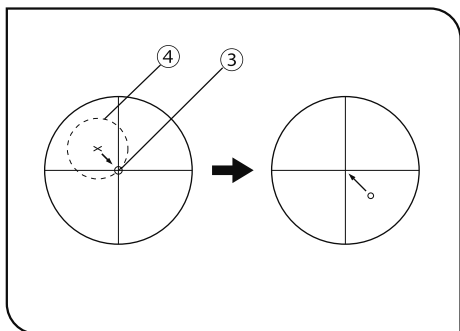

図 28
10) 回転ステージの心調整を行います。(図28、29)
- b) クロス接眼レンズのクロス線の中心に、標本上の目印③となるものを移動させます。
- c) ステージを回転させて、目印③が描く円④の中心位置を割り出し、その中心位置をクロス線の中心まで、ステージの心出しつまみ(2ヶ所)⑤を回して移動させます。
- d) 標本のみを動かして、目印③をクロス線の中心に移動させます。